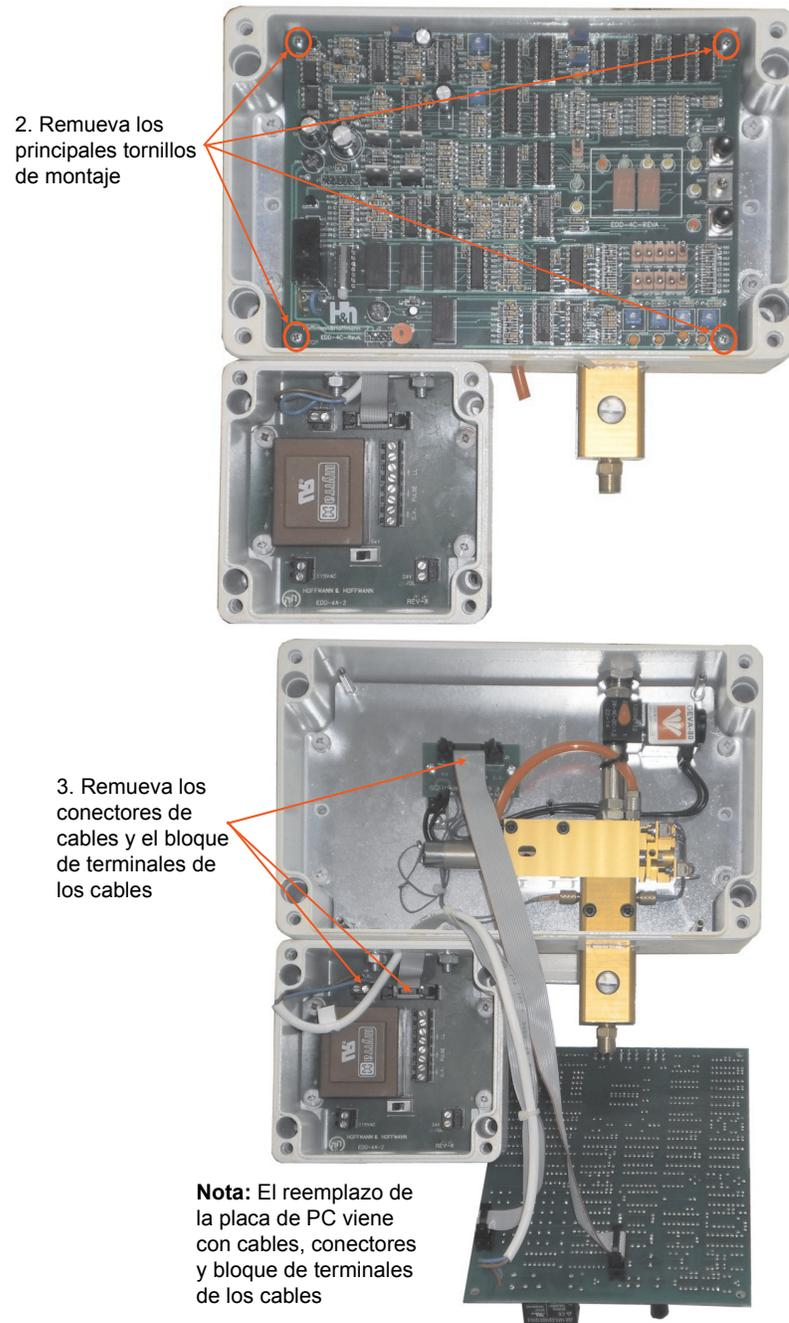

Figura 13: Reemplazo de la placa de PC del Dripmaster
1. Retire las dos tapas para obtener acceso a las placas de circuito impreso, y luego siga las instrucciones indicadas aquí debajo, en la Figura 13.